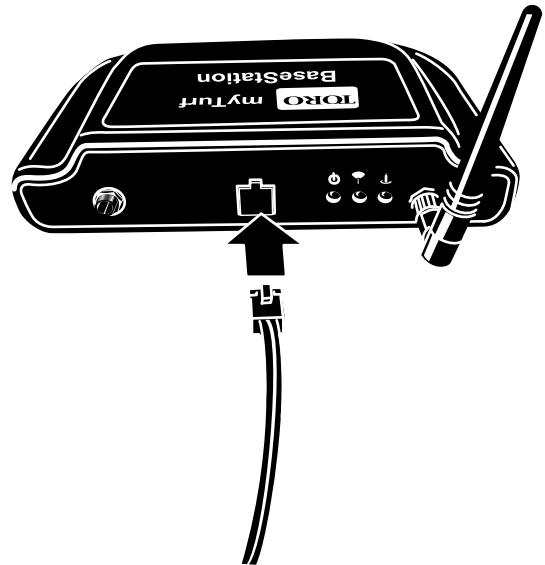

Figura 7
3. Conecte un extremo del cable Ethernet a la estación base y el otro extremo a una conexión directa de Internet (Figura 7).